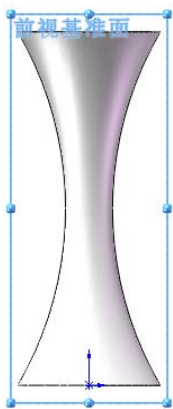

图 5-42 设置的基准面
(5) 设置基准面。在左侧的“FeatureMannger 设计树”中用鼠标选择“前视基准面”，然后单击“标准视图”工具栏中的“正视于”按钮，将该基准面作为绘制图形的基准面，结果如图 5-42 所示。